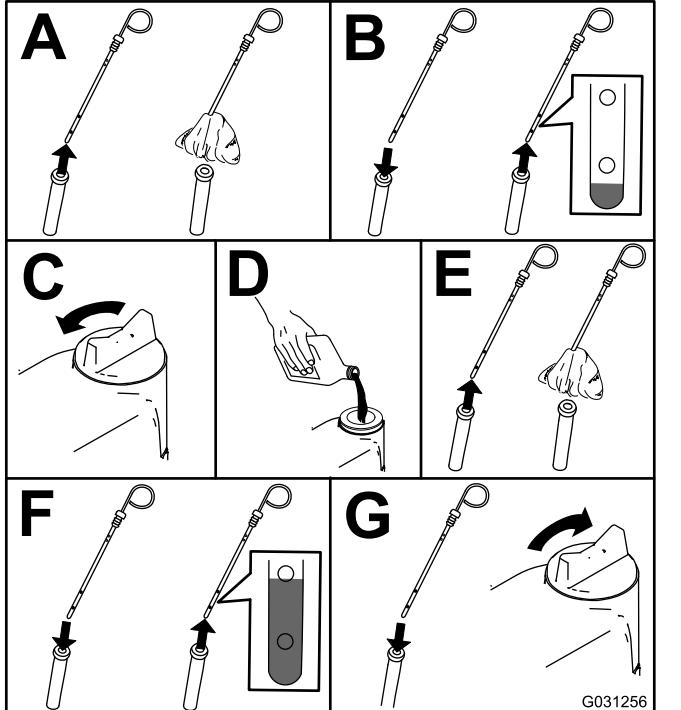

Bild 76
2. Prüfen Sie den Ölstand im Motor (Bild 76).